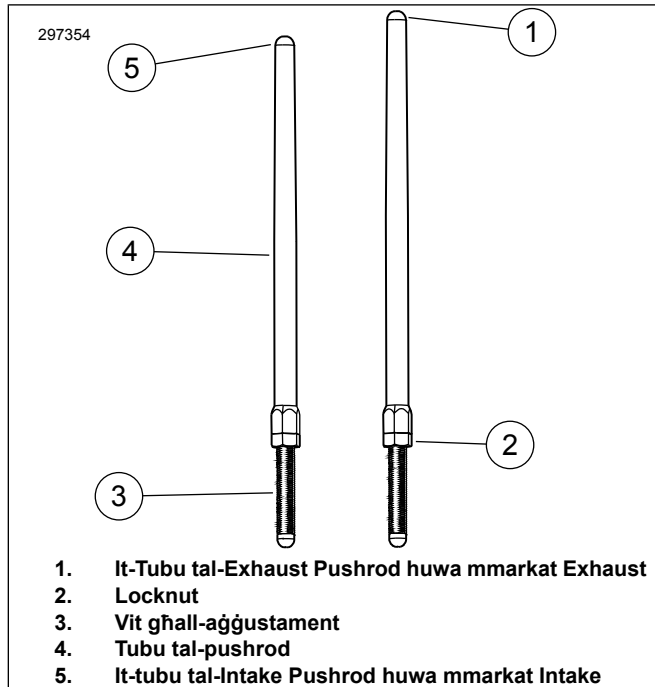

Figura 1. Push Rod Aġġustabbli
4. Ara Figura 1 . Foll fit il-locknuts ta' fuq l-pushrods kollha u aġġustahom għall-iqsar tul tagħhom.
2. Ara Figura 1 . Bil-vit tal-agġustament tal-pushrod miżmum milli jdur permezz ta' spaner ta' 5/16 pulzier , dawwar it-tubu tal-pushrod bil-mod permezz ta' spaner ta' 1/2 pulzier , żewġ dawriet u nofs (2-1/2) favur l-arloġġ (billi ttawwal l-pushrod) kif jidher minn isfel. (Hemm tikka fuq in-naħa ċ-ċatta tat-tubu tal-pushrod li jista' jintuża bħala referenza.)